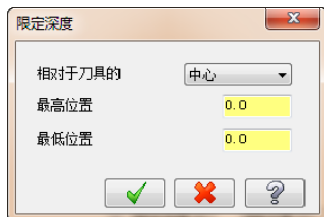

图 10-78 “限定深度”对话框
选中该选项前面的复选框，再单击 ☒ 限定深度 (D) 按钮，系统弹出如图 10-78 所示的“限定深度”对话框，用户可以通过该对话框来设置在深度方向上的加工范围。